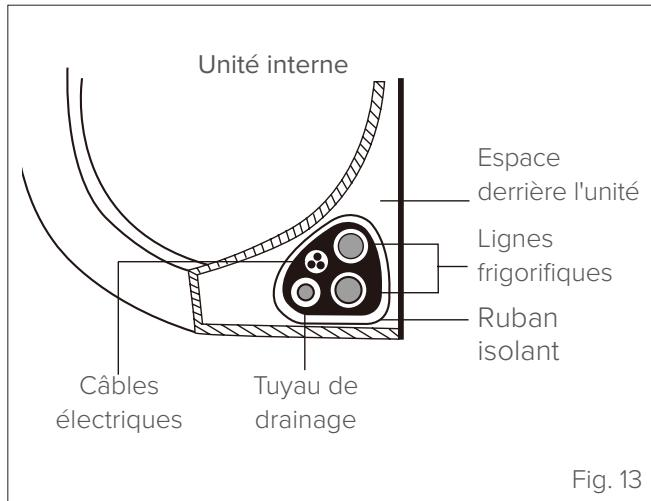

Fig. 13
- 1 Assembler le tuyau de drainage, les tuyaux de réfrigérant et les câbles comme indiqué sur la "Fig. 13".
- 3 À l'aide d'un ruban isolant, il faut enrouler ensemble les fils électriques, les tuyaux du réfrigérant et le tuyau de drainage. Contrôler que tous les composants sont joints comme illustré sur la "Fig. 13".